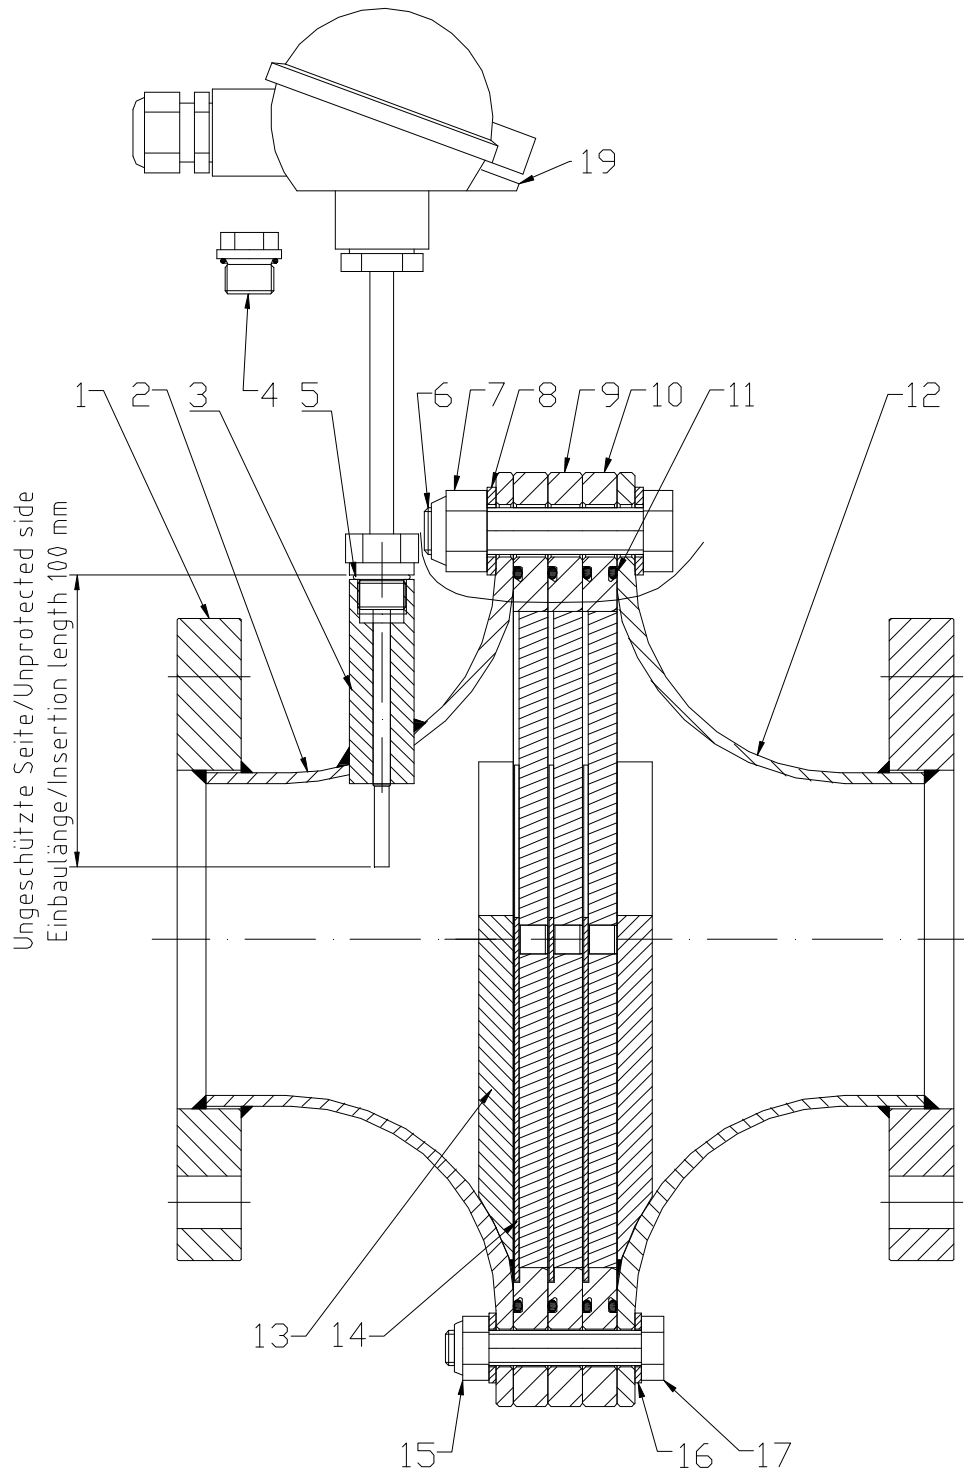

Bild 1
(Siehe Bild 1)
Die Bandsicherung (10) immer zuerst auf ein Gehäuse auflegen, um die Abdichtung am Gehäuse und der folgenden Bandsicherung (9) sicherzustellen. (Siehe Bild 1).
- Bestellnummer (Position siehe **Bild 1**)